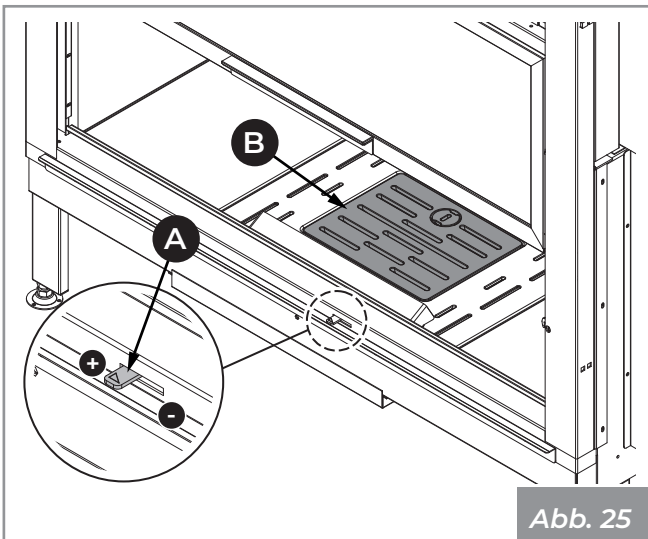

Abb. 25
- Unter Verwendung des mitgelieferten Handschuhs den Regler (+) der Primärluft (A) maximal öffnen (Abb. 25).
- Legen Sie die Holzscheiter vorsichtig auf das Feuerraumgitter (B) (Abb. 25).
- Den Luftregler (A) offen halten, um eine hohe und helle Flamme zu garantieren.